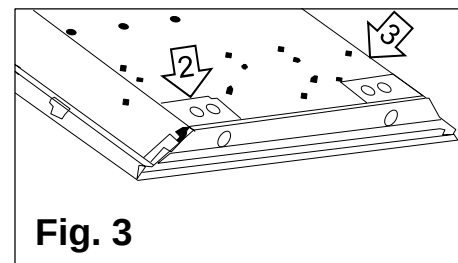
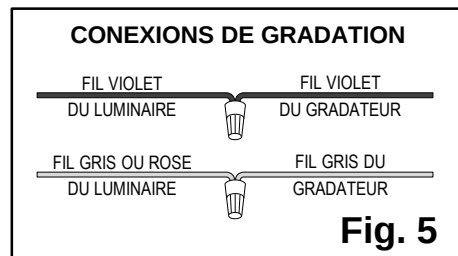

Fig. 3
Fig. 5
6. Retirez un **entrée** de la **plaque d'accès** (n° 2) pour les **fils d'alimentation**. Si vous n'utilisez pas de gradateur, passez à l'étape suivante; sinon, retirez l'autre **entrée** de la **plaque d'accès** (n° 2) pour les **fils de gradation violet** et **gris/rose** du luminaire (**Fig. 3**).
7. Retirez la **plaque d'accès** (n° 2) située à l'arrière de le luminaire. Localisez le **connecteur rapide** pour les **fils d'alimentation noir** et **blanc** du luminaire (**Fig. 3**).
8. Faites passer les **fils d'alimentation** à travers le **entrée** de la **plaque d'accès** (n° 2) (**Fig. 3**).
11. Si vous utilisez un gradateur, localisez les **fils de gradation violet (+)** et **gris/rose (-)** du luminaire. Enfilez les **fils de gradation** à travers l'autre **entree** de la **plaque d'accès** (n° 2) (**Fig. 3**). Connectez les **fils violet (+)** et **gris/rose (-)** du luminaire aux fils correspondants du gradateur mural 0-10V (**Fig. 5**).